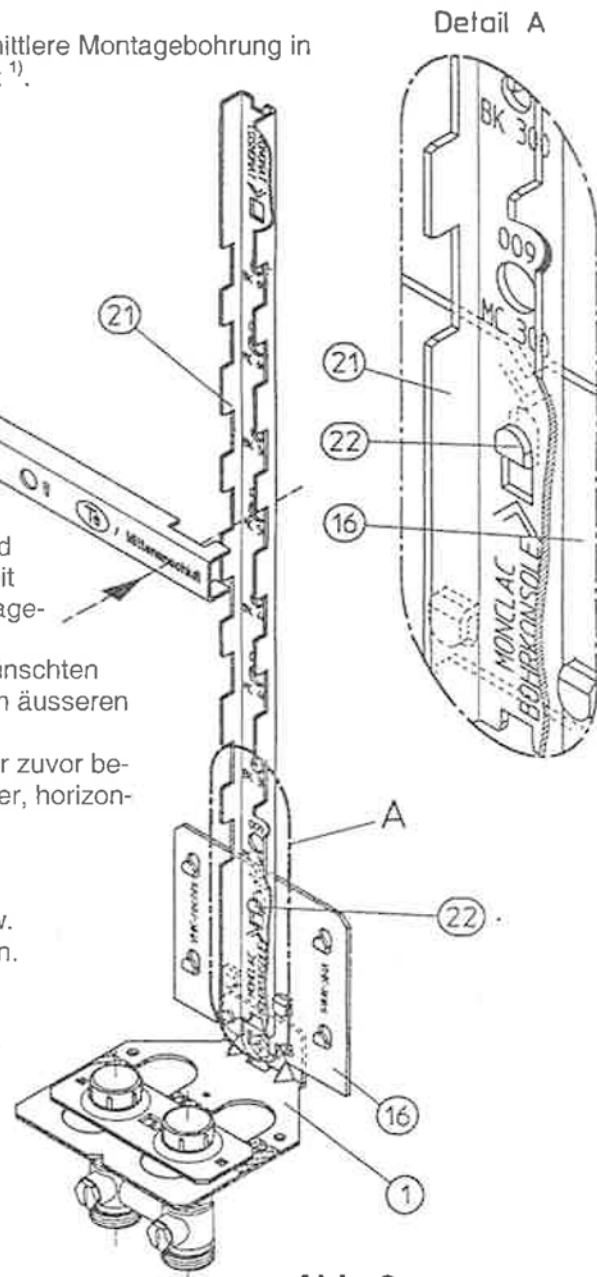

Abb. 8
2. Zum Positionieren der Montagebohrungen, wahlweise für VONOMAT / COSMOMAT, MONCLAC oder Bohrkonsolen, wird die vertikale Montageschiene 21 in Abhängigkeit des gewählten Befestigungsmittels in die Laschen 22 der Adapterplatte 16 (Markierung „Mittenanschluss“) eingesetzt. Detail A zeigt die Situation für die Kennzeichnung der Montagebohrungen für MONCLAC oder Bohrkonsolen. (MC=MONCLAC, BK=BOHRKONSOLE) (Abb. 8)